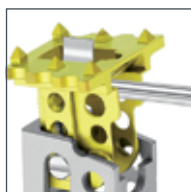

Abb. 43
**REF 58.81.98** Anfrischinstrument⑧
**REF 58.81.94** Griff mit AO-Kupplung⑨
Das Anfrischinstrument⑧ kommt zur Anwendung bei den Implantaten mit den Artikelnummern **REF 58.81.62 / 64 / 66 / 68 / 70 / 72 / 74**. (siehe Abb. 43)